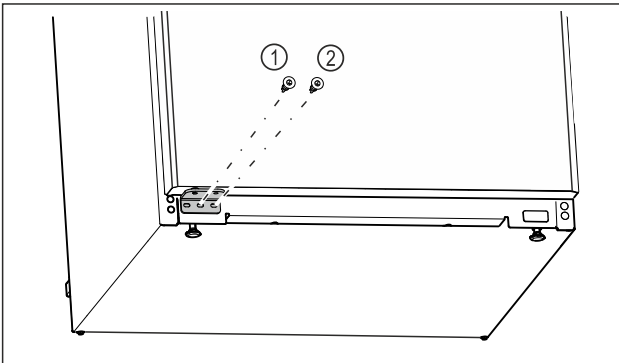

Fig. 21
- ▶ Vidurinę atraminės gembės Fig. 21 (1) varžtą prisukite atsuktuvu Torx 20.
- ▶ Vidinę atraminės gembės Fig. 21 (2) varžtą prisukite atsuktuvu Torx 20.